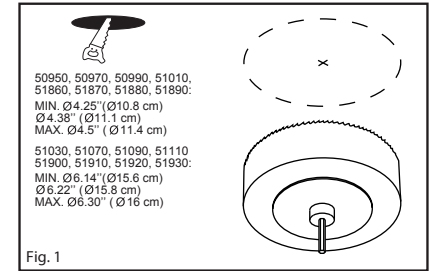

Fig. 1
1. Drill hole in ceiling and prepare supply wires. Install and unshield the line feed cable 6" (15 cm) and strip wires 5/8" (1.6 cm). (Fig. 1)
1. Percer le trou dans le plafond et préparez les fils d'alimentation. Installer et dénuder le fil du secteur de 6 po (15 cm) et dénuder les fils de 5/8 po (1.6 cm). (Fig. 1)